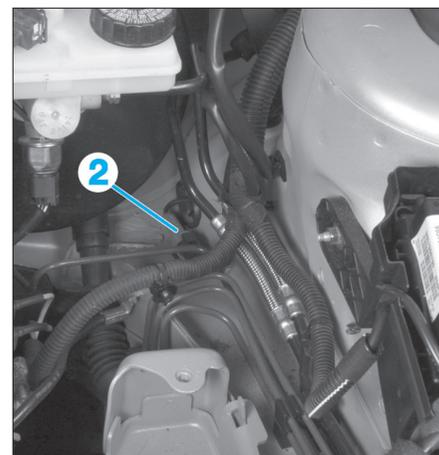

Fig. 28
- Débrancher le connecteur (2) (Fig.28).